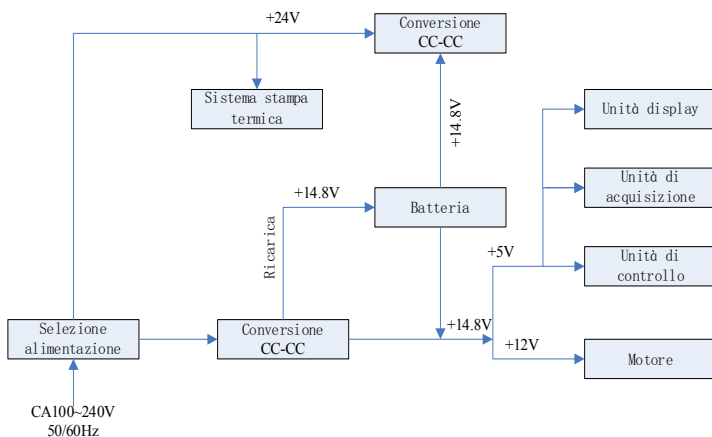

Figura 4-1 Diagramma a blocchi del principio di alimentazione
(2) Il diagramma a blocchi del principio di funzionamento viene mostrato nella Figura 4-1.